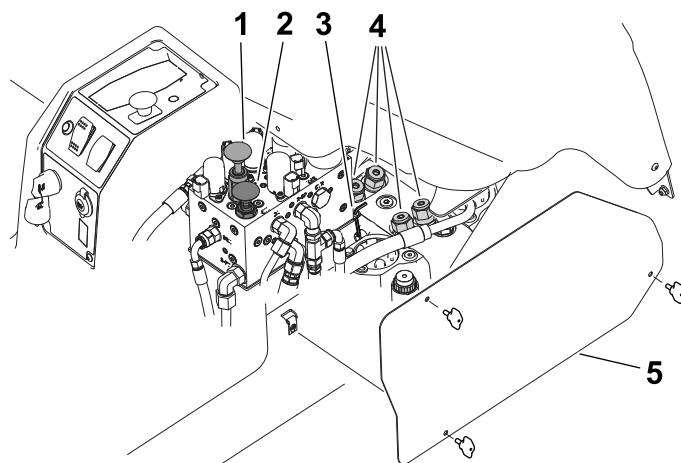

Figura 63
Nota: Se suministra con la máquina una llave allen (6 mm) que está situada junto al distribuidor hidráulico (Figura 63). Utilice la llave para realizar este procedimiento.
2. Retire el panel de acceso del lateral derecho de la consola de control (Figura 63).